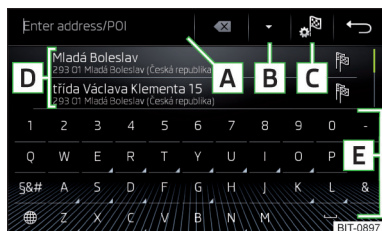
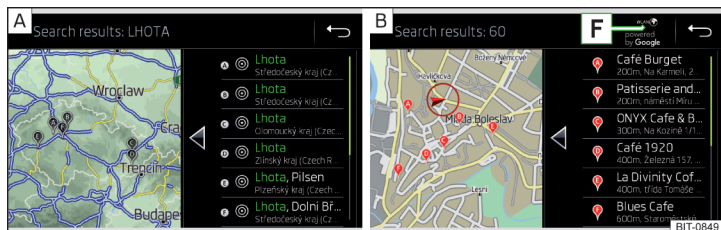

Fig. 209
Fig. 210 Lista de los destinos solicitados: en los datos de navegación / online
Superficies funcionales » fig. 209 y » fig. 210
En el área D » fig. 209 se muestra una lista de los destinos solicitados.
- ▶ o: pulsar la superficie funcional B » fig. 209.
- Los destinos solicitados en los datos de navegación » fig. 210 - A.
- Los destinos solicitados online » fig. 210 - B.